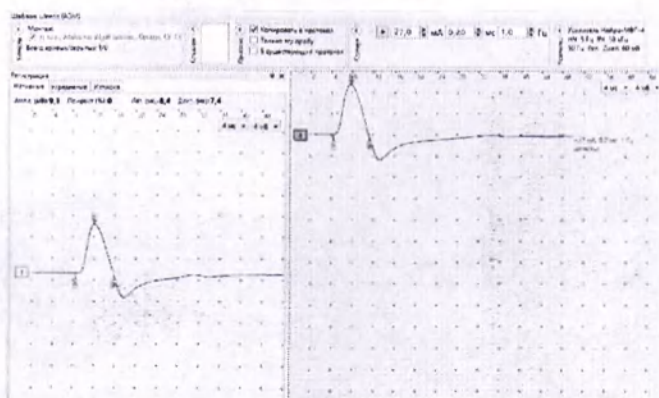

Рис. 40. Максимальный М-ответ
13. Подберите силу стимула до достижения максимального М-ответа (рис. 40).